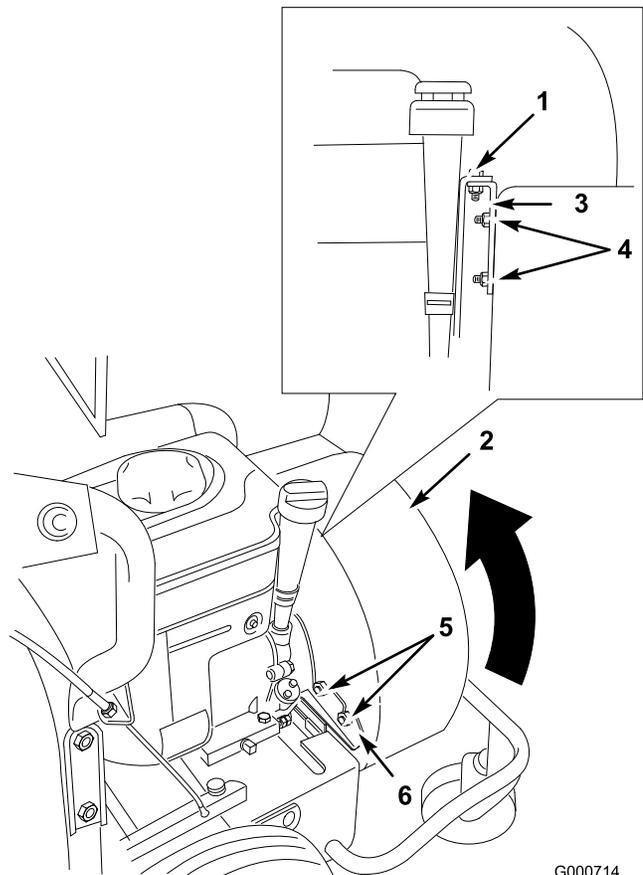

Figure 22
- Retirez le boulon de fixation du carter de souffleur au support du moteur (Figure 22).
- Retirez les 2 contre-écrous de fixation du carter au support du moteur et déposez le support (Figure 22).
- Retirez les 2 contre-écrous de fixation du carter au support de stabilisation (Figure 22).